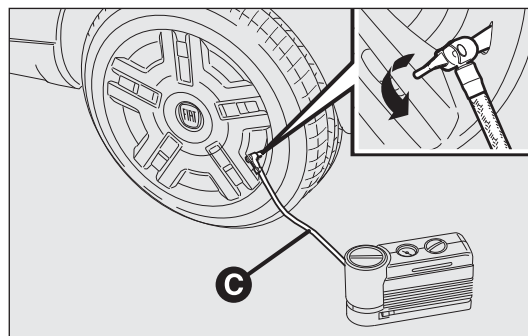

fig. 170
- Svitare il cappuccio della valvola del pneumatico, estrarre il tubo C-fig. 170 con l'attacco rapido e collegarlo direttamente alla valvola del pneumatico da gonfiare.